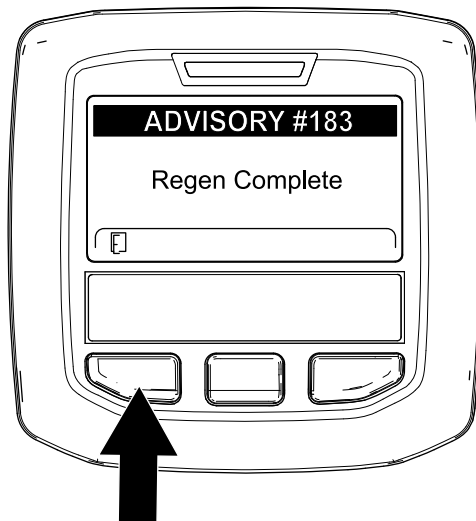

Figura 56
9. Quando o computador do motor conclui uma regeneração em estacionamento ou de recuperação, o InfoCenter apresenta o AVISO N.º 183 (Figura 56). Prima o botão esquerdo para sair para o ecrã inicial.